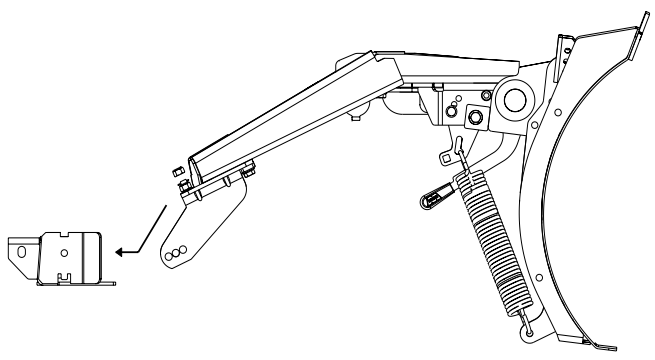

Figure 13
3. Éteignez le véhicule et serrez le frein à main. Soulevez le côté bride de kit de montage de lame du tube poussoir jusqu'au kit de montage de lame sur le véhicule. Insérez la bride de kit de montage de lame dans le récepteur de kit de montage de lame. Voir figure 13.